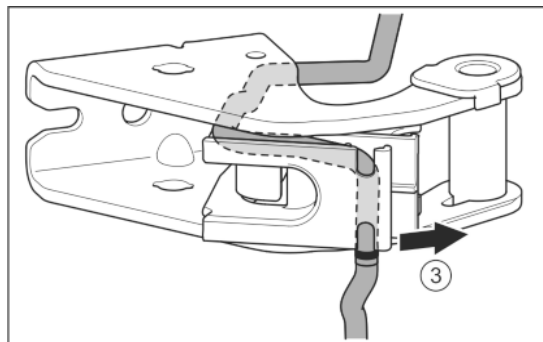

Fig. 30
- ▶ Освободете кабела от водача. Fig. 30 (3)